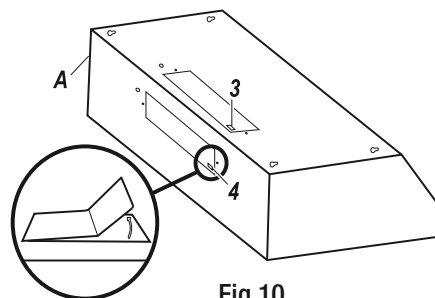

Fig.10
- Choisir le trou défonçable de câblage électrique approprié à enlever selon votre type d'installation. Utiliser le trou supérieur (1) pour une installation de ventilation par le dessus et le trou arrière (2) pour une installation de ventilation par l'arrière. Voir Fig. 10.
- Placer l'oeillet (CC) sur les trous qui étaient défonçer.